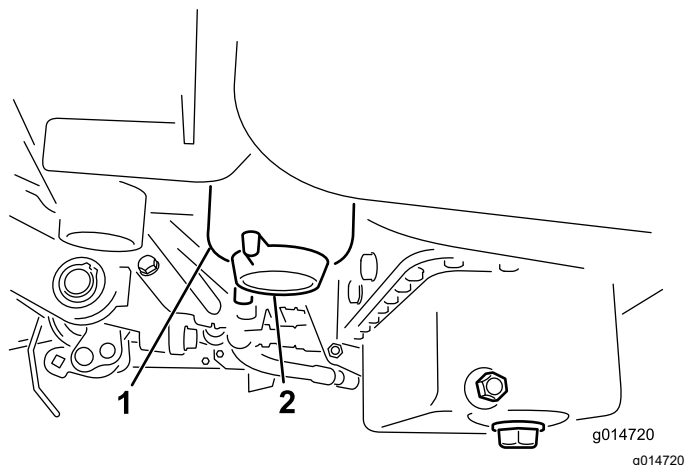

Figura 33
2. Limpie la zona de montaje del cartucho del filtro (**Figura 33**).
4. Abra el tapón de vaciado del filtro (**Figura 33**).